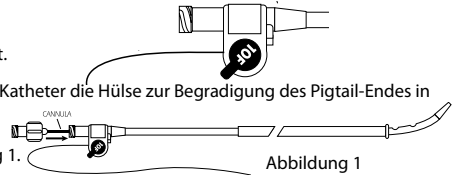

Abbildung 1
5. Schieben Sie vor dem Einführen der Versteifungskanüle in den Katheter die Hülse zur Begradigung des Pigtail-Endes in Richtung des distalen Katheterabschnitts, um die Krümmung zu begradigen. Führen Sie die Versteifungskanüle in den Katheter ein und ziehen Sie den Luer-Lock-Verschluss fest. Siehe Abbildung 1.